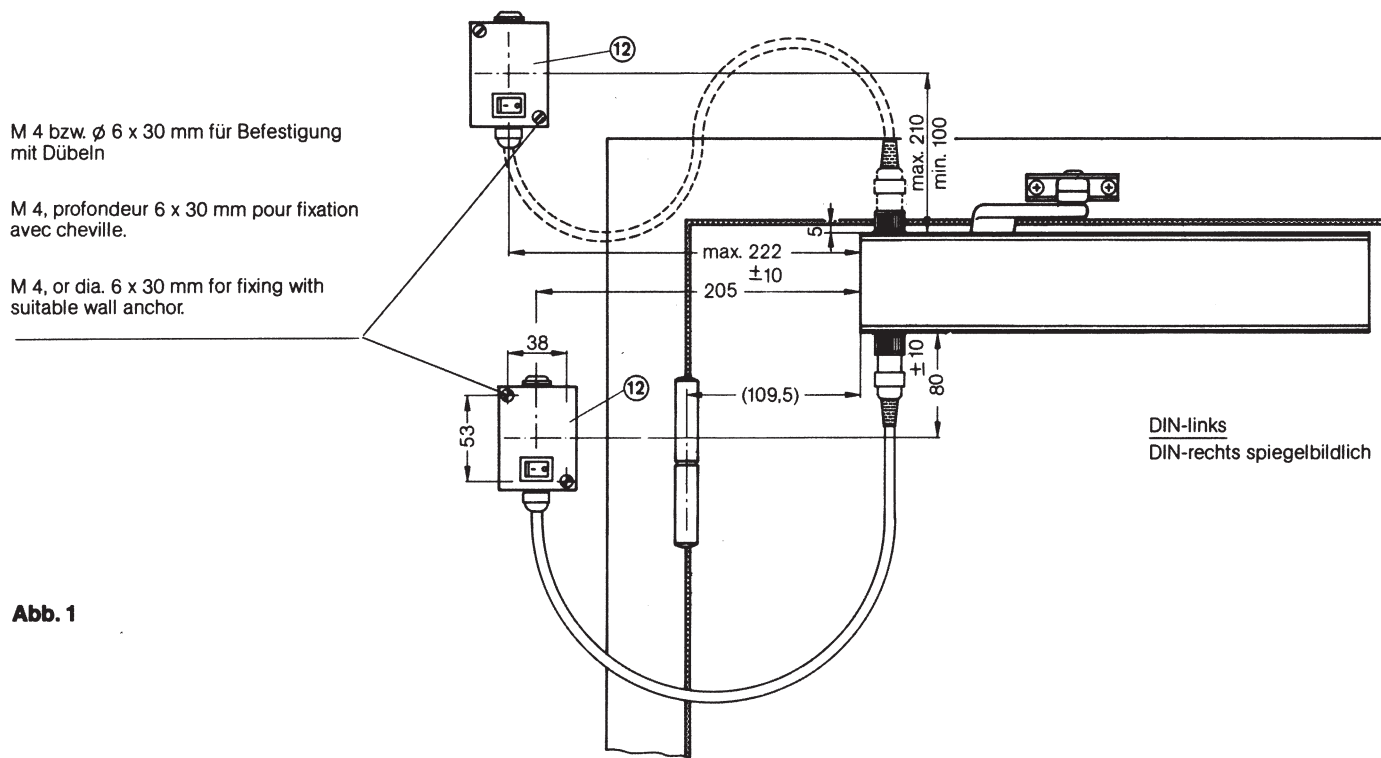

Abb. 1
EMF ansluts till styrspanning 24 V likström ± 15%. Anslutningsdonen kan monteras utanpåliggande eller infällda i väggen. För att undvika skador på dörrstängaren måste kopplingsdosan ② fästas inom de angivna måtten (Fig. 1). Dörren kan bara öppnas 180° om vidpunktsavståndet är min. 26 mm på gångjärnen eller om en utskärning motsvarande dörrstängaren gjorts i väggen.
- Fäst kopplingsdosan ② enligt Fig. 1.
- För in kabeln ③ genom nippeln och anslut den i klämmorna ④.
- Skruv fast locket ⑤ på kopplingsdosan ②.
- För in kabeln genom hålet i kopplingsdosan ② och fäst denna enligt Fig. 1.
- Anslut kabeln ③ i klämmorna ④.
- Skruv fast anslutningen ⑥ på hylsan ⑦ med den räfflade muttern ⑧.
- Sätt skyddslocket ⑨ på den ej utnyttjade hylsan ⑦. Kontrollera om det är möjligt att öppna dörren helt utan att skada kopplingsdosan ② eller kabeln ③. Montera en dörstopp vid behov.